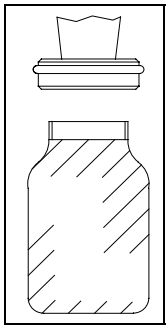

Fig.7
- Placer chacune des bouteilles de poudre contre l'adaptateur, la tourner à gauche jusqu'à ce que celle-ci se déplace vers l'intérieur, puis la serrer fermement par rotation à droite. **Fig.7**